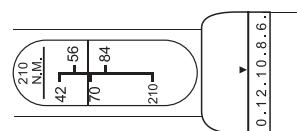

Fig. 2
- Ruotare l'impugnatura e impostare la scala dell'anello per l'impostazione micrometrica su "10". Ora la chiave torsiometrica è impostata su 66 Nm (fig. 2).